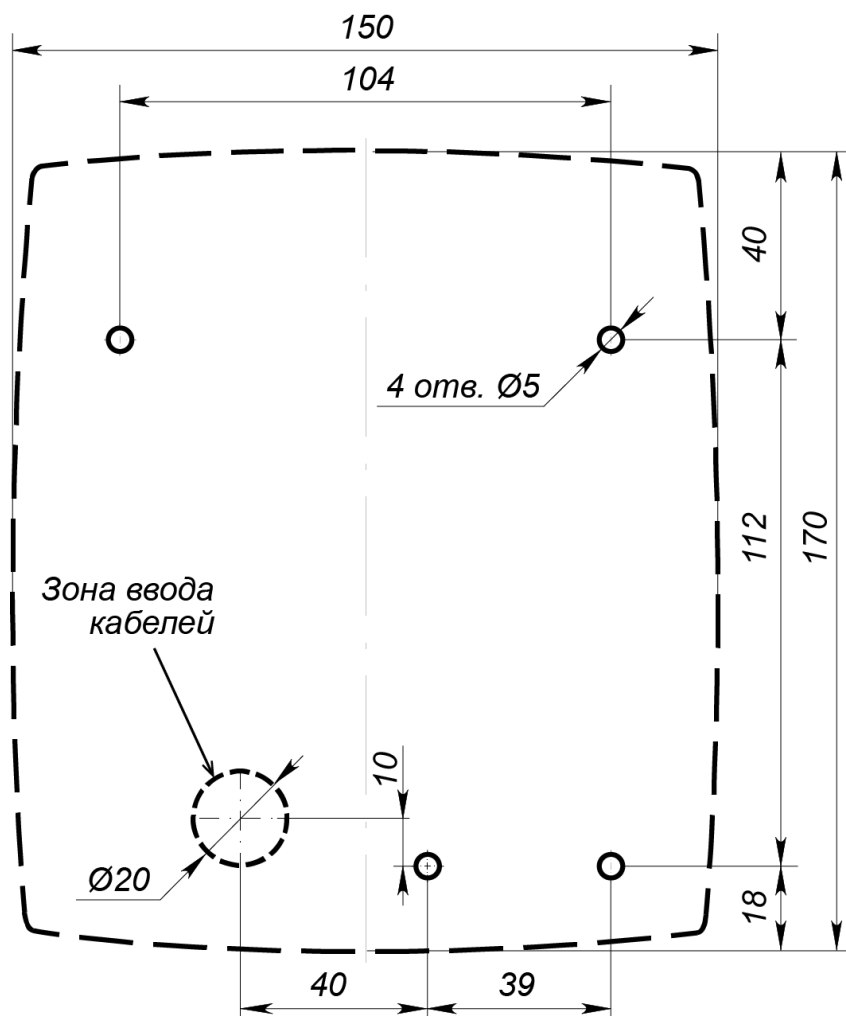

Рисунок 2. Разметка отверстий для установки терминала (пунктиром показаны габариты корпуса и место для отверстия под кабели)
3. Произведите разметку и разделку отверстий на установочной поверхности для крепления металлического основания и проводки кабелей питания и *Ethernet* (см. рис. 2).